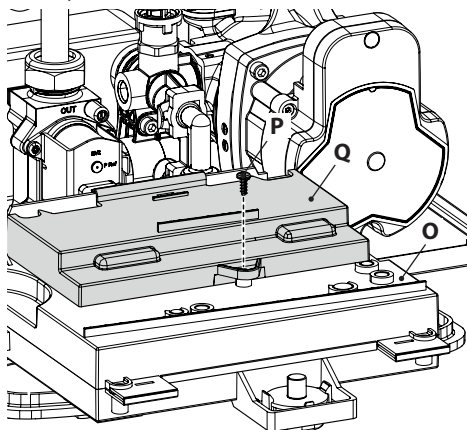

Figura 5.20
- Ruotare il pannello comandi **O**, come illustrato in Figura 5.20.
per accedere alle morsettiere alimentazione elettrica, remoto e sonda esterna (Figura 5.20).